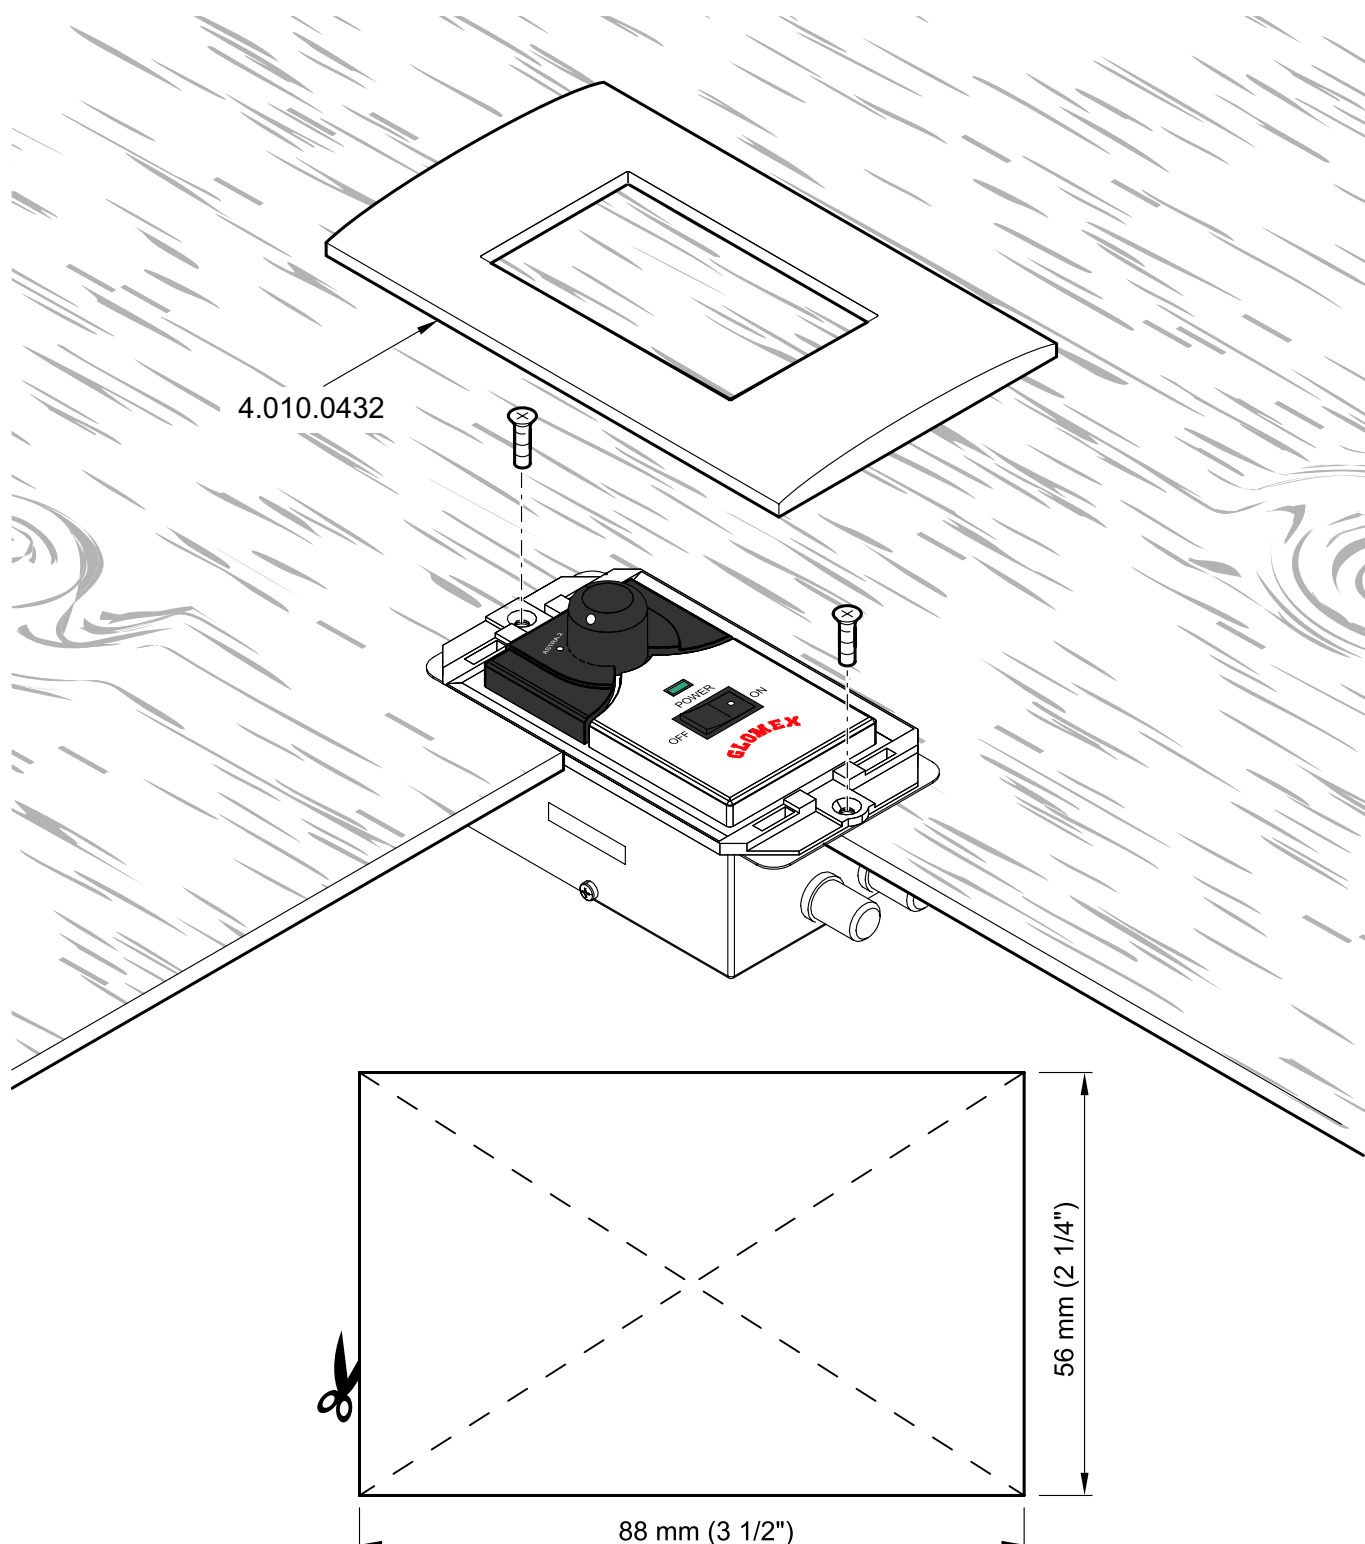

Fig. 20
7. Comme alternative, il est possible d'encastrer l'unité de contrôle en utilisant des plaques commerciales (plaques à 3 modules) ou l'accessoire GLOMEX (non fourni : code 4.010.0432, voir **Fig. 20**) en perçant un trou avec une scie alternative et utilisant une perceuse avec une mèche de 2,5 mm (utiliser le gabarit à la page suivante pour les dimensions correctes).